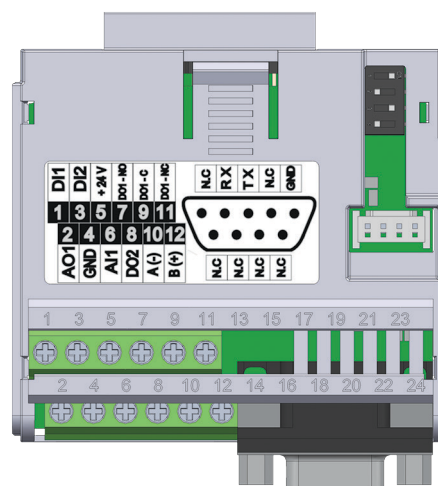

Figura 20.2: Modulo plug-in CFW500-CRS232
Il modulo plug-in CFW500-CRS232 dispone di un'interfaccia seriale (1) attraverso la porta RS-485 ai terminali 10 (A-) e 12 (B+), nonché di un'interfaccia seriale (2) attraverso la porta RS-232 al connettore standard DB9, vedere Figura 20.2 a pagina 20-1.